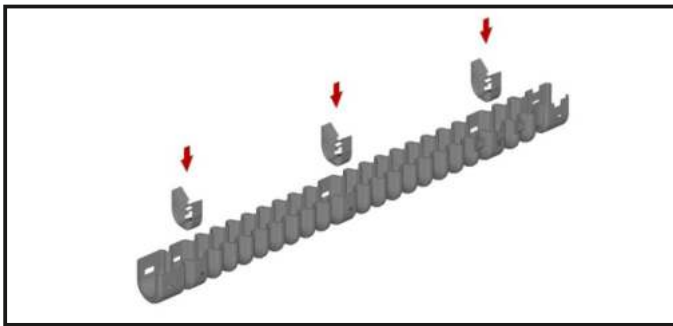

Рис. 12.
7.2.1. Для комплектации с внутренними клипсами ЗМИ-2 – установить в каждый гофр-рукав клипсы в количестве 3 шт., в местах, согласно схеме (Рис. 12).